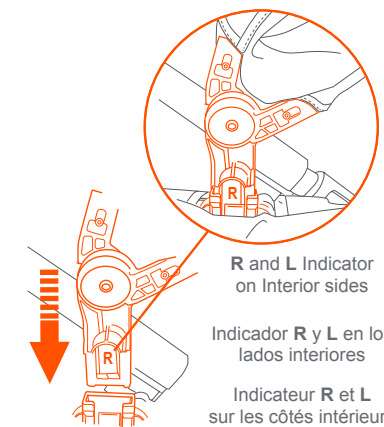
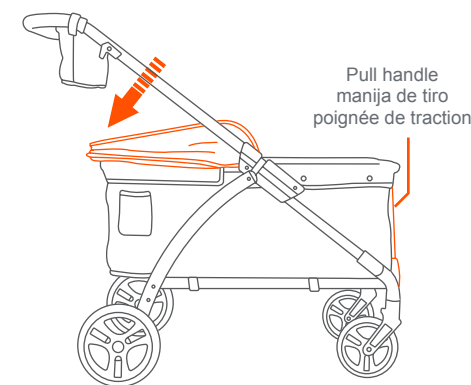

Fig. 5a
Fig. 5c
5) • To install the canopy: Locate the (Right) and (Left) indicators on the interior side of the connection. From the wagon pull handle end, insert the R connection then the L connection to the frame. Press in firmly (Fig. 5a) and (Fig. 5c).
• To close the canopy: Flip in the visors and push down toward the frame completely (Fig. 5c)
• Para instalar el dosel: Localice los indicadores (Derecha) y (Izquierda) en el lado interior de la conexión. Desde el extremo del mango de tracción del vagón, inserte la conexión R y luego la conexión L al marco. Prensa firmemente (Fig. 5a) and (Fig. 5c).
• Para cerrar el dosel: pliegue los visores y empuje por completo hacia abajo en dirección al armazón (Fig. 5c)
- **Pour installer l'auvent:** Localisez les indicateurs (R- à droite) et (L- gauche) du côté intérieur de la connexion. À partir de l'extrémité de la poignée de traction du wagon, insérez la connexion R puis la connexion L au cadre. Appuyez fermement (Fig. 5a) and (Fig. 5c).
- **Fermeture de l'auvent :** Replier les pare-soleil à l'intérieur et les pousser complètement vers le bas en direction du cadre (Fig. 5c)